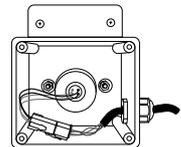

FIGURE 2
2. Une fois que l'ampoule UV a refroidi, retirez le couvercle de l'enceinte du Système CLEARRAY (9) et le joint (8) en retirant les quatre vis (10). L'ampoule UV et les connexions sont ainsi exposées (Figure 2).